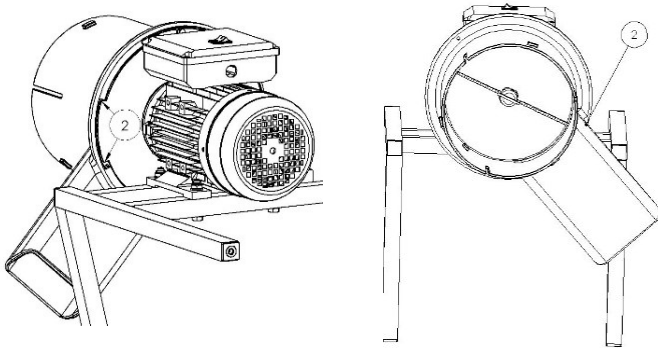

Fig. 2
- 2) Legen Sie den Zerkleinerungsrohr auf die Motorbefestigungsplatte, so dass das Auswurfloch 45 Grad von dem Boden liegt. Stellen Sie sicher, dass die Verriegelungszähne der Motorbefestigungsplatte in der Brechkammer sitzen. **Abbildung 2.**